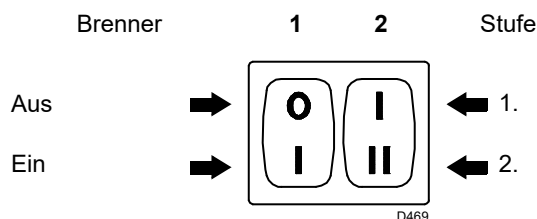
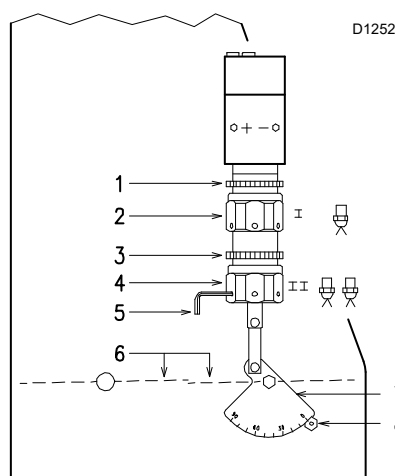

Abb. 18
Abb. 19
- Den Brenner durch Schließen der Fernsteuerungen und mit dem Schalter 1 (Seite 17, Abb. 18) auf "EIN" starten. Der Pumpendrehrichtung muss der Pfeilangabe auf dem Deckel entsprechen.
- Die Pumpe ist dann eingeschaltet, wenn aus der Schraube 3) Heizöl heraustritt. Den Brenner sofort stoppen: Schalter 1 (Seite 17, Abb. 18) auf "AUS" und die Schraube 3) einschrauben.
Den Schalter 1) (Abb. 18) auf "EIN" stellen.
Halten Sie den Brenner in der 1. Stufe, indem Sie den Schalter 2) (Abb. 18) auf die Position der 1. Stufe stellen. Die Öffnung der Luftklappe 6) (Abb. 19) ist auf die gewählte Düse abzustimmen: der Zeiger 8) (Abb. 19) muss mit der Kerbe auf dem Skalensegment 7) (Abb. 19) übereinstimmen. Die Einstellung durch Drehen des Sechskants 2) (Abb. 19) vornehmen:
Den Schalter 2) (Abb. 18, Seite 17) in die Position der 2. Stufe bringen und die Luftklappe 6) (Abb. 19) über den Sechskant 4) (Abb. 19) nach Lockern der Nutmutter 3) (Abb. 19) einstellen.
Zwecks leichter Regulierung der Sechskantelemente 2) und 4) (Abb. 19) den 3 mm Sechskantschlüssel 5) (Abb. 19) verwenden.